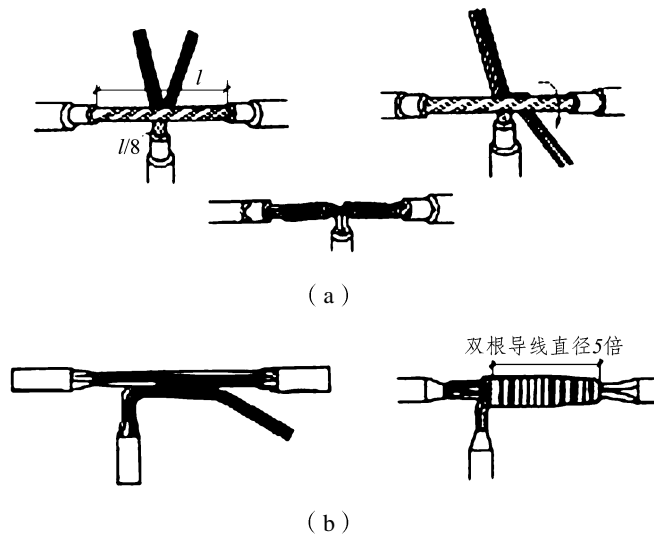

图 1-3-10 多股铜芯导线 T 字分支连接
(9) 多股铜芯导线 T 字分支连接如图 1-3-10 所示。
如图 1-3-10 (a) 所示:
还可用图 1-3-10 (b) 所示的方式进行 T 字分支连接。